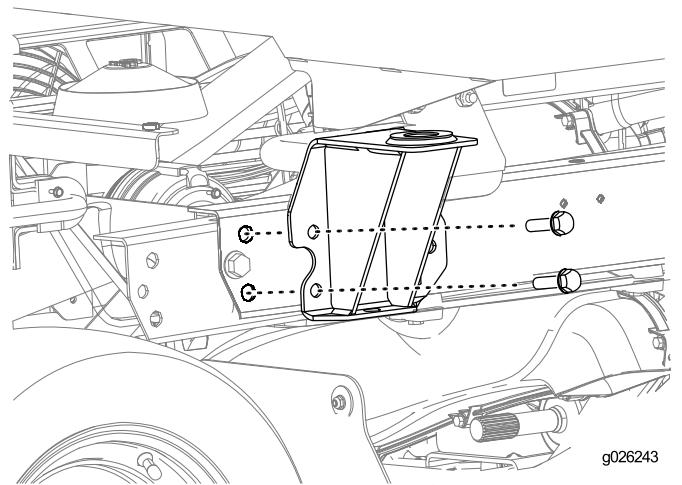

Bild 25
1. Befestigen Sie die hinteren Halterungen mit den Befestigungen, die Sie vom Überrollsitz in Entfernen des Überrollsitzes (Seite 5) entfernt haben, an der Maschine(Bild 25).